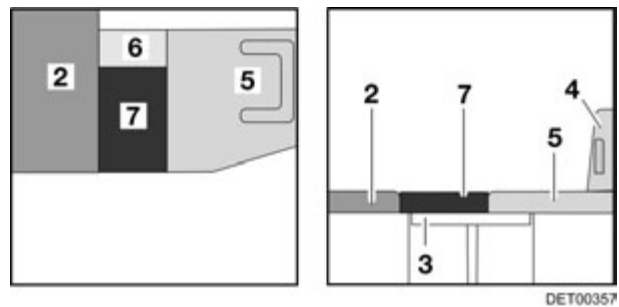

Fig. 100 Después de la transformación
- Colocar los cojines adicionales (Fig. 100,6 y 7) en la mesa.
- Colocar el cojín adicional (Fig. 100,5) sobre el asiento del conductor.
- De ser necesario, volver a empujar el asiento del conductor (Fig. 100,4) hacia atrás.
-  ▷ En algunos modelos se han sustituido los cojines adicionales (Fig. 100,6 y 7) por un cojín adicional único.